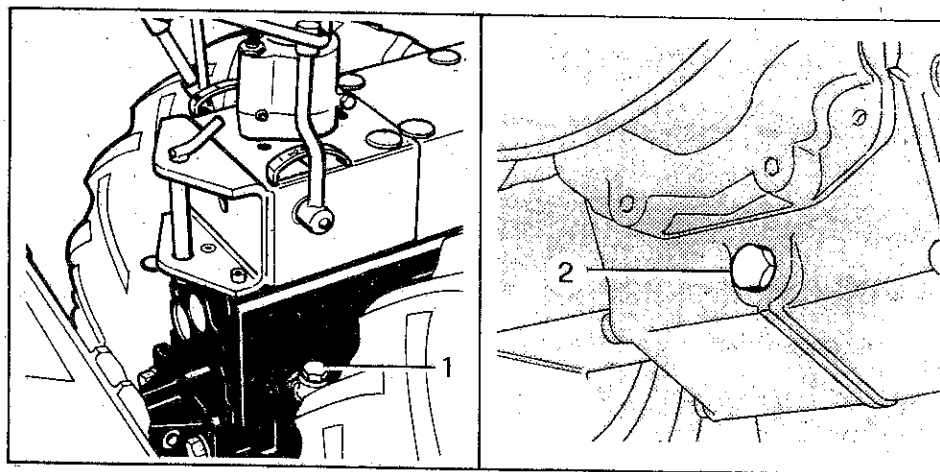

Fig. 15 - Bild 15
Scatola del cambio: controllare il livello dell'olio (vedere la fig. 15); allo scopo rimuovere il tappo (1).
Gearbox: check oil level (see fig. 15) by removing filler cap (1). Oil level is correct when oil is close to the elbow fitting upper edge.
Boîte de vitesse: vérifier le niveau de l'huile (voir fig. 15); dans ce but il faut dévisser le bouchon (1). Le niveau est correct quand l'huile déborde du raccord coudé de remplissage.
Schaltgetriebe: den Ölstand durch Entfernen der Verschlusschraube (1) prüfen (siehe Bild 15).
Scatola del cambio: sostituire l'olio (vedere la fig. 15). Togliere il tappo di scarico posto sotto la scatola cambio (2) ed il tappo (1) per facilitare lo scarico, quindi lasciare sgocciolare per almeno 10 minuti.
Gearbox: change oil (see fig. 15). Remove the drain plug located under the gearbox (2) and filler cap (1) to make drain easier, then let oil drip out for 10 minutes at least. Replace lower plug and refill with fresh oil up to the recommended level, as indicated in the chart "SERVICING".
Boîte de vitesses: changer l'huile (voir fig. 15). Enlever le bouchon de vidange situé au-dessous de la boîte du changement de vitesses (2) et le bouchon à jauge (1) pour faciliter l'évacuation et laisser égoutter pour 10 minutes au moins.
Schaltgetriebe: das Öl wechseln (siehe Bild 15). Die Ablassschraube unter dem Schaltgetriebegehäuse (2), und die Verschlusschraube (1) abnehmen, um den Ablass zu erleichtern. Dann über mindestens 10 Minuten austropfen lassen. Nach Wiedermontage der unteren Verschlusschraube die Nachfüllung mit dem vorgeschriebenen Öl vornehmen.